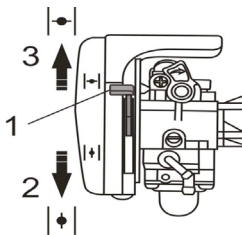

Fig. 13
- Fermez complètement le levier pneumatique. Fig.13